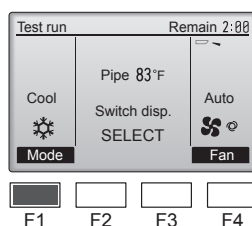

Fig. 7-3
- 1 Pulse el botón [F1] para cambiar el modo de funcionamiento. (Fig. 7-3)